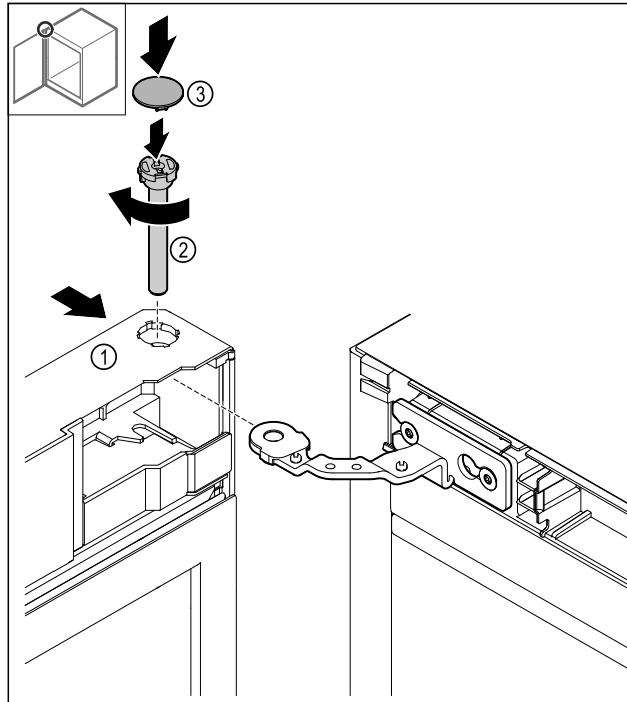

Fig. 47
- Užstumkite duris Fig. 47 (1) iš viršaus ant lanksto.
- Įkiškite kaištį Fig. 47 (2) ir prisukite pagal laikrodžio rodyklę.
- Uždėkite dengiamąją plokštelę Fig. 47 (4).